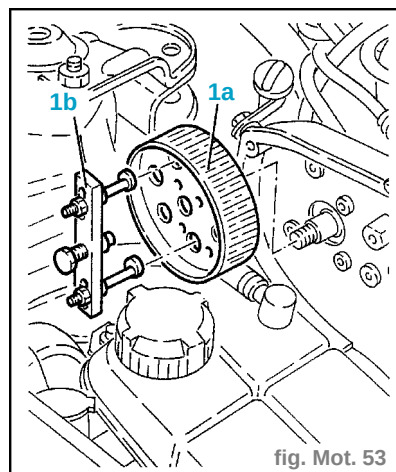

fig. Mot. 53
- Dévisser l'écrou (3) de la poulie de commande de la pompe de pression.
- Enlever la poulie de commande de la pompe de pression (1a) avec l'outil (1b) 1.860.954.001. (fig. Mot. 53)